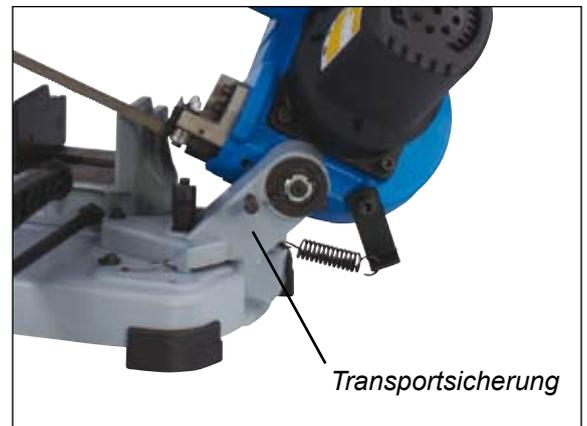

Fig. 1
**Hinweis:** Vor Inbetriebnahme der Bandsäge ist die Transportsicherung Fig. 1 zu lösen. Zum Transportieren ist diese Sicherung wieder festzuschrauben.